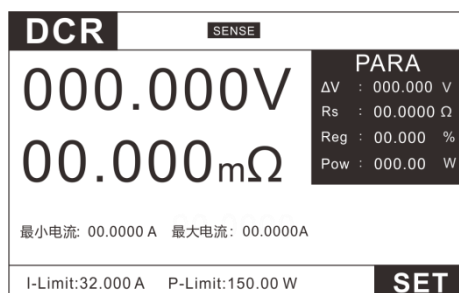

图 3.32 DCR 模式测试界面
- 1、按 **MODE** 键进入模式选择页面，按上下键选择 DCR，按 **ENTER** 键进入 DCR 测试界面图 3.32。
2、如图 3.32 在 DCR 界面下，按  键进入设置界面图 3.33。